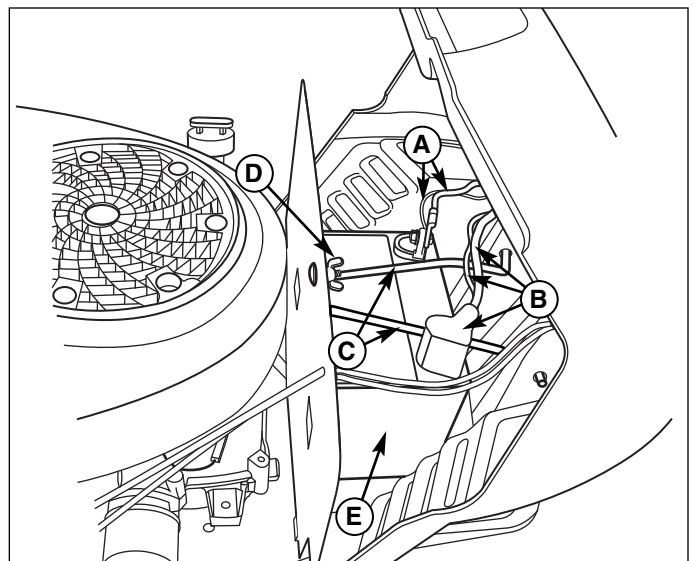

Figure 10. Entretien de la batterie
1. Débrancher les câbles de la batterie, le câbles négatifs en premier (A, Figure 10) puis le cache et les câbles positifs (B).
2. Desserrer l'écrou à ailettes et la rondelle (D).
3. Relever la tige de maintien (C) pour la dégager de la batterie. La bloquer sur la colonne de direction.
4. Déposer la batterie (E).
7. Remettre la batterie (E) en place dans son logement.
8. La fixer avec la tige de maintien (C) et l'écrou à ailettes et la rondelle (D).
9. Rebrancher les câbles de batterie, les câbles positifs et le cache (B) en premier, puis les câbles négatifs (A).